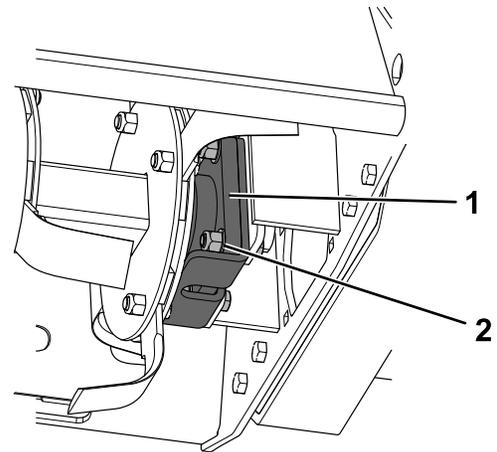

Figure 9
5. Soutenez l'ensemble rotor au moyen d'un treuil et déposez les 4 contre-écrous (5/8 po), 4 rondelles et 4 boulons (5/8 x 2-1/2 po) qui fixent le carter de roulement et le roulement à chaque extrémité de l'ensemble rotor (Figure 9).
1. Montez l'ensemble rotor avec les 2 carters de roulements et roulements, au moyen de 4 contre-écrous (5/8 po), 4 rondelles et 4 boulons (5/8 x 2-1/2 po) pour les deux jeux de carters et de roulements (Figure 9). Serrez les boulons à un couple de 183 à 224 N·m (135 à 165 pi-lb).